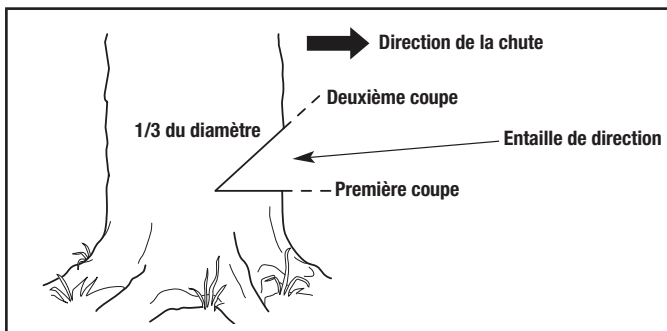

Figure 11
1. Faites une coupe horizontale dans le tronc de l'arbre (Fig. 11). La coupe doit correspondre à environ un tiers du diamètre de l'arbre et doit être proche du sol. Pour éviter que le guide-chaîne ne soit pincé par le poids du bois, effectuez toujours cette coupe en premier.
2. Faites une coupe à 45° dans le tronc de l'arbre, au-dessus de la première coupe (Fig. 11). Continuez à couper jusqu'à ce que les deux coupes se rejoignent.